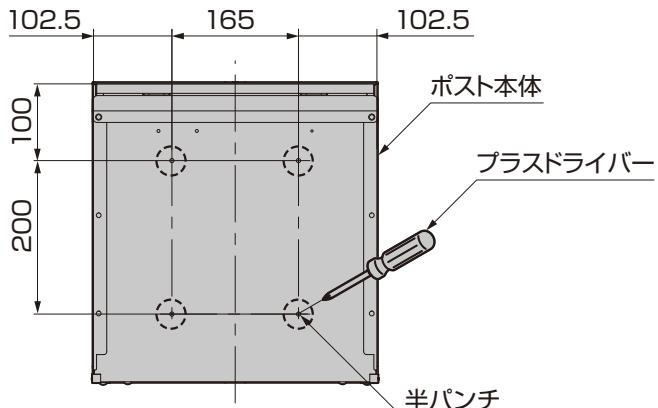

図3-1
①ポスト本体の背面4ヶ所の半パンチにプラスドライバーをあてハンマーなどでたたいて、穴を開けてください。(図3-1参照)